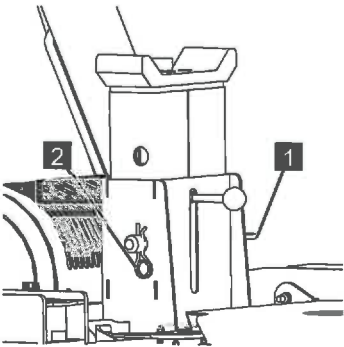

Abb. 107
7. Den Befestigungsbolzen (Abb.107/1) einschieben und mit dem Federsplint (Abb.107/2) sichern.